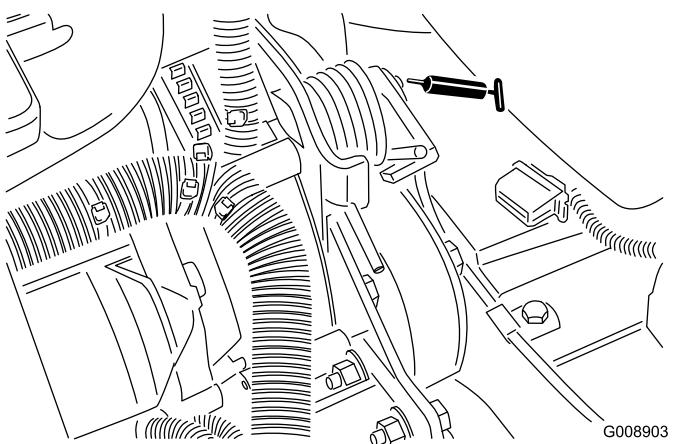

Figura 51
- Pivote tensor de la correa (Figura 51)